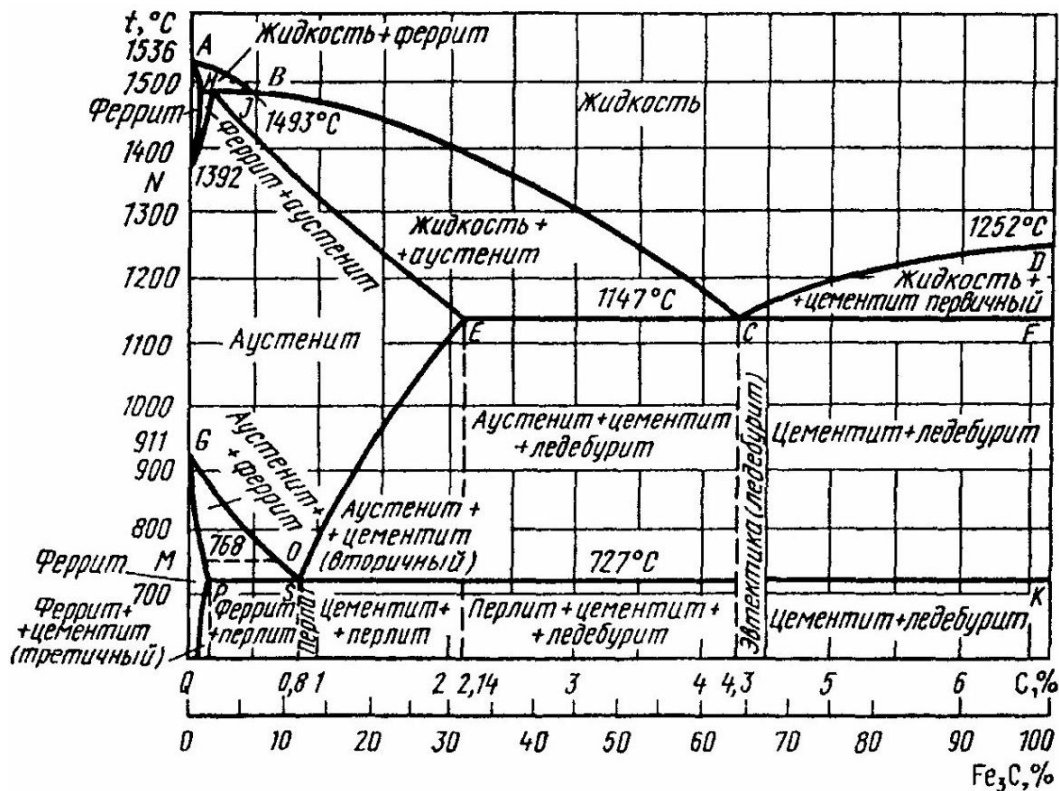

Рисунок 1 – Диаграмма состояния системы железо-углерод (железо-цементит)
76. Вычертите диаграмму состояния системы железо-углерод (железо-цементит) (рис. 1). Укажите структурные составляющие во всех областях диаграммы. Постройте кривую охлаждения (с применением правила фаз) и опишите превращения от жидкого состояния до нормальной температуры для сплава, содержащего 0,15 % С. Укажите структуру сплава при комнатной температуре, назовите сплав.
111. С помощью диаграммы состояния железо-карбид железа (рис. 1) определите температуру полного и неполного отжига и нормализации для стали 40 и кратко опишите микроструктуру и свойства стали после каждого вида термической обработки.
112. После термической обработки углеродистой стали получена структура цементит-мартенсит отпуска. Нанесите на диаграмму состояния железо-карбид железа (рис. 1) ординату заданной стали (примерно) и укажите температуру нагрева этой стали под закалку. Назначьте температуру отпуска, обеспечивающую получение заданной структуры, опишите все превращения, которые совершились в стали в процессе закалки и отпуска.
114. С помощью диаграммы железо-карбид железа (рис. 1) определите температуру полной и неполной закалки для стали 45 и дайте краткое описание микроструктуры и свойств стали после каждого вида термической обработки.
115. Как изменяются структура и свойства стали 45 и У10 в результате закалки от температуры 750 и 850 °С. Объясните с применением диаграммы состояния железо-карбид железа (рис. 1).
118. С помощью диаграммы железо-карбид железа (рис. 1) определите температуры нормализации, отжига и закалки для стали У10. Охарактеризуйте эти режимы термической обработки и кратко опишите микроструктуру и свойства стали после каждого вида обработки.
119. Используя диаграмму состояния железо-карбид железа (рис. 1) и кривую изменения твердости в зависимости от температуры отпуска, назначьте режим термической обработки для углеродистой стали 45, необходимой для обеспечения твердости 300 НВ. Опишите превращения, которые совершились в стали в процессе закалки и отпуска, и полученную после термообработки структуру.
120. После закалки углеродистой стали со скоростью охлаждения выше критической была получена структура, состоящая из феррита и мартенсита. Проведите на диаграмме состояния железо-карбид железа (рис. 1) ординату, соответствующую составу заданной стали, укажите принятую в данном случае температуру нагрева под закалку и опишите превращения, которые совершились в стали при нагреве и охлаждении. Как называется такой вид закалки?
123. Углеродистые стали У8 и 35 имеют после закалки и отпуска структуру мартенсит отпуска и твердость: первая – 60, вторая – 50 НRC. Используя диаграмму состояния железо-карбид железа (рис. 1) и учитывая превращения, происходящие при отпуске, укажите температуру отпуска для каждой стали. Опишите все превращения, происходящие в этих сталях в
124. Используя диаграмму состояния железо-карбид железа (рис. 1) и кривую изменения твердости в зависимости от температуры отпуска, назначьте для углеродистой стали 45 температуру закалки и температуру отпуска, необходимые для обеспечения твердости НВ 250. Опишите превращения, которые совершились в стали в процессе закалки и отпуска, и полученную после термообработки структуру.